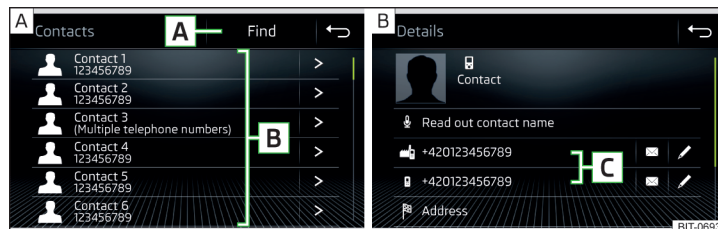

Abb. 146 Liste der Telefonkontakte / Kontaktdetails
► Im Hauptmenü *Telefon* die Funktionsfläche antippen, es wird eine Liste der Telefonkontakte angezeigt » Abb. 146- .